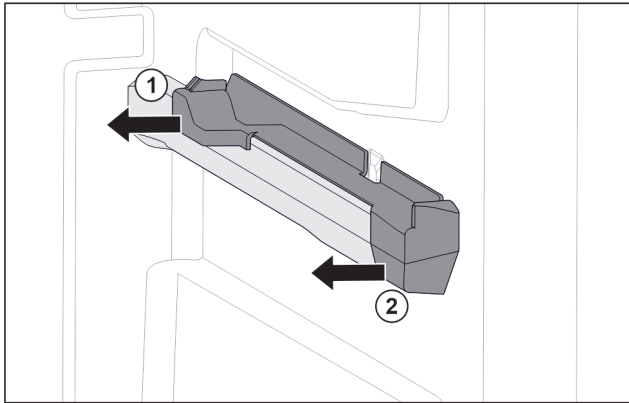

Fig. 194 Aufsteckteil auf der rechten Behälterrippe
- ▶ Aufsteckteil hinten zur Seite abziehen. Fig. 194 (1)
- ▶ Aufsteckteil vorne zur Seite abziehen. Fig. 194 (2)